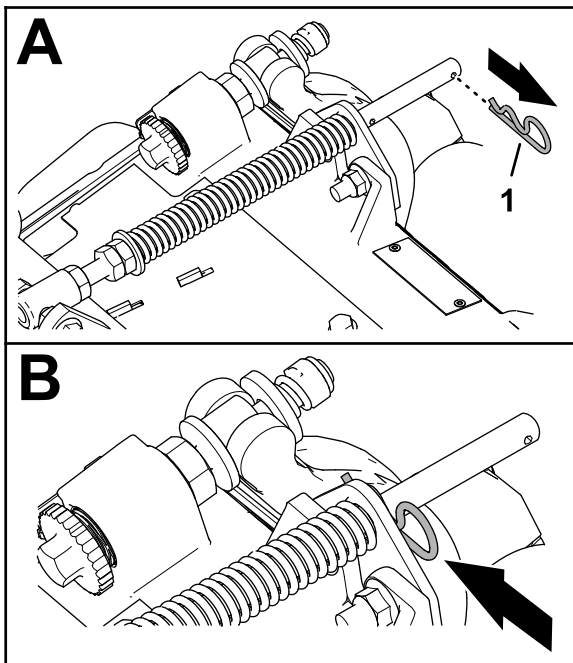

Figure 6
- Si la goupille fendue se trouve dans le trou arrière de la tige du ressort de compensation, retirez-la et insérez-la dans le trou près du support (Figure 6).